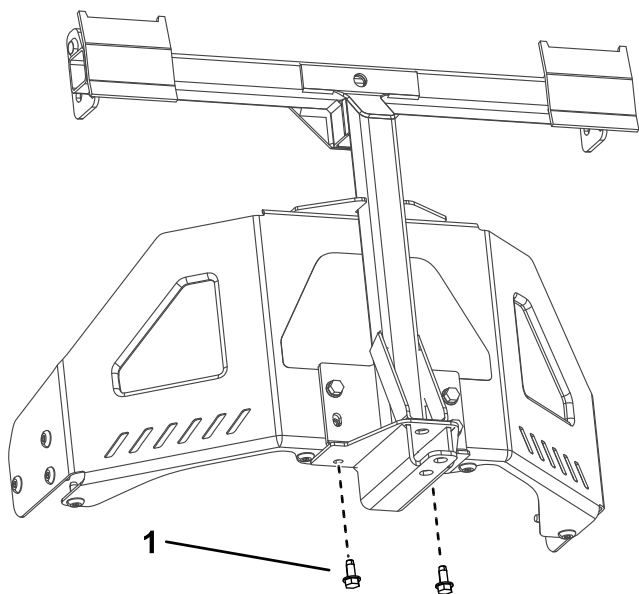

Bild 7
3. Befestigen Sie den Drehrahmen mit zwei Blechschrauben ($\frac{5}{16}$ " x $\frac{3}{4}$ ") an der Unterseite des Maschinenrahmens, wie in **Bild 7** abgebildet.